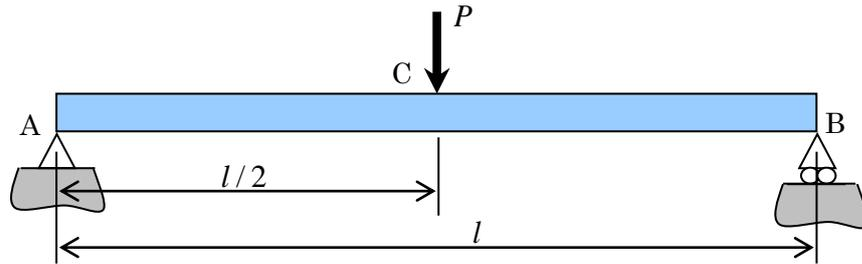

図 1
- (b) 図 1、2 それぞれの場合の最大曲げ応力の場所とその値を求めよ。